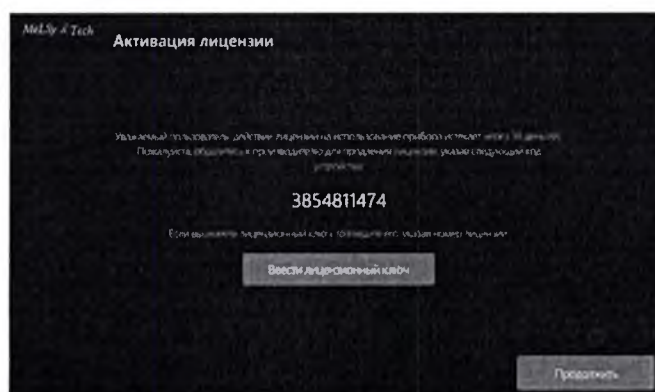

Рис. 3.29 – Продолжение работы
3.6.3 Для продолжения работы необходимо нажать кнопку в нижнем правом углу экрана (рис. 3.29).